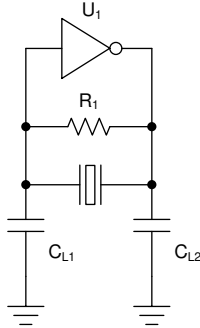

图 6-1. 皮尔斯型振荡器
这两种晶体振荡器都是图 6-1 中所示的皮尔斯型振荡器。在这种类型的振荡器中，晶体和负载电容器构成 π 型滤波器，为内部放大器提供 180° 相移，同时使振荡器一直锁定在指定的频率。为了使该频率正确，必须根据晶体的容性负载 (CL) 参数正确地确定负载电容的尺寸。